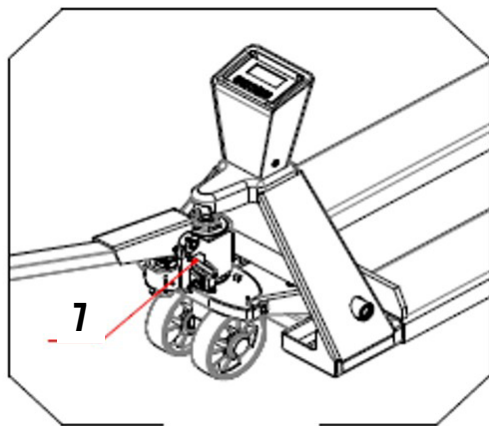

Fig. 3
3.1.6 Vea la Fig 3, coloque la palanca en posición horizontal, extraiga el pasador 7 y guárdelo de manera adecuada para reemplazar la palanca cuando sea necesario. El ensamble se ha completado.